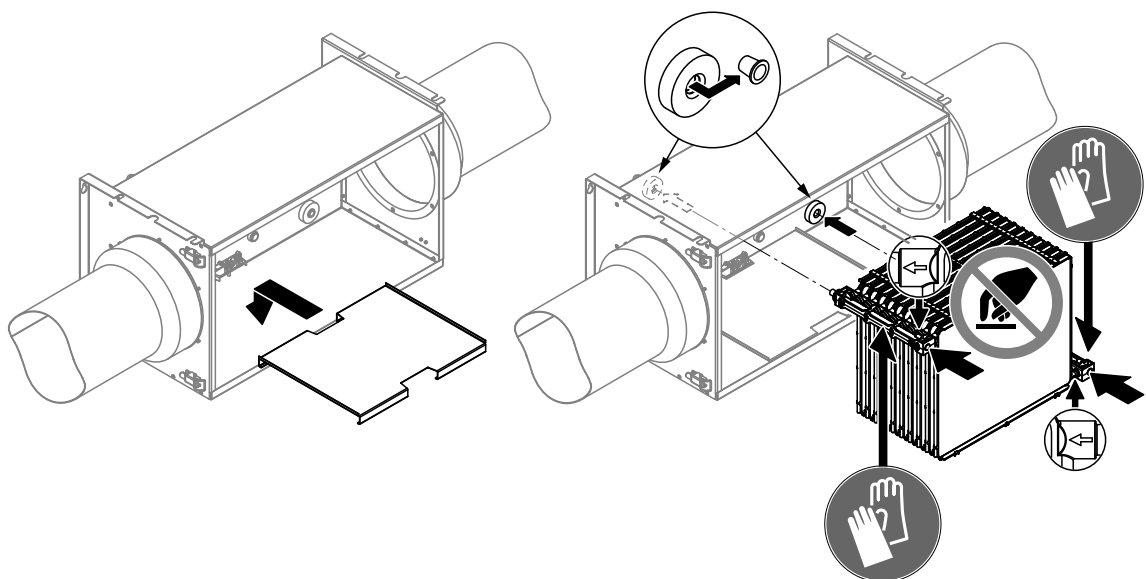

Abb. 24: Bodenblech und Befeuchtereinsatz einbauen
11. Legen Sie das Bodenblech in das Befeuchtergehäuse ein (siehe Abb. 24).